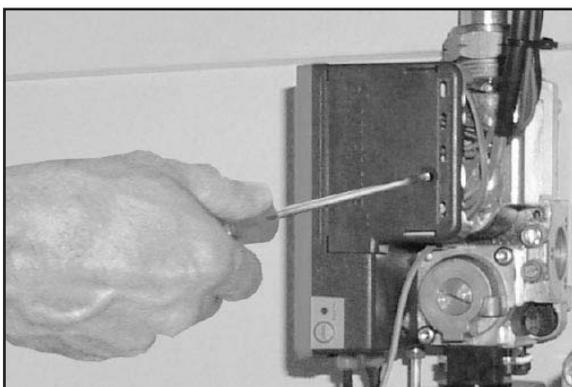

Рис. 8
- Открутите два винта, крепящих контроллер горения пламени к газовому клапану (Рис. 8)